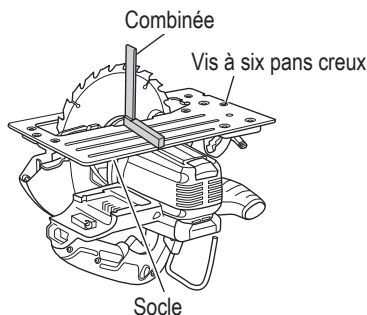

Fig. 35
- Réglage du socle et de la lame de scie en vue de la perpendicularité (Fig. 35)
- (1) Tournez la base face vers le haut (Fig. 35) et desserrez le levier d'inclinaison.
- (2) Placer une équerre entre le socle et la lame de scie et déplacer la position du socle en tournant la vis à six pans creux avec une clé hexagonale de 3 mm de façon à obtenir un angle droit.